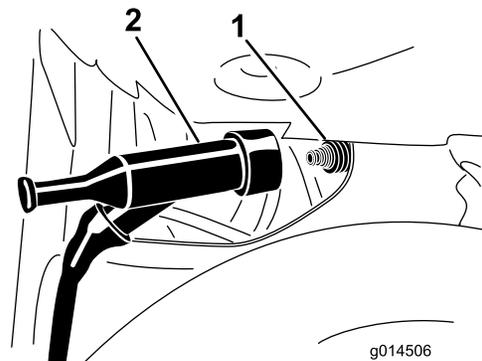

Figure 14
2. Débranchez le fil de la bougie (Figure 14).